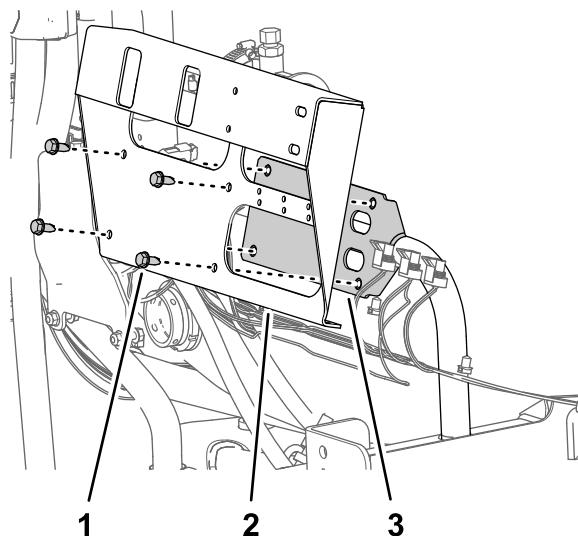

图73
3. 从阀门安装架卸下固定喷洒段阀支架的 4 个凸缘头螺丝 $5/16 \times 3/4$ 英寸然后从机器上卸下阀门支架 图73。